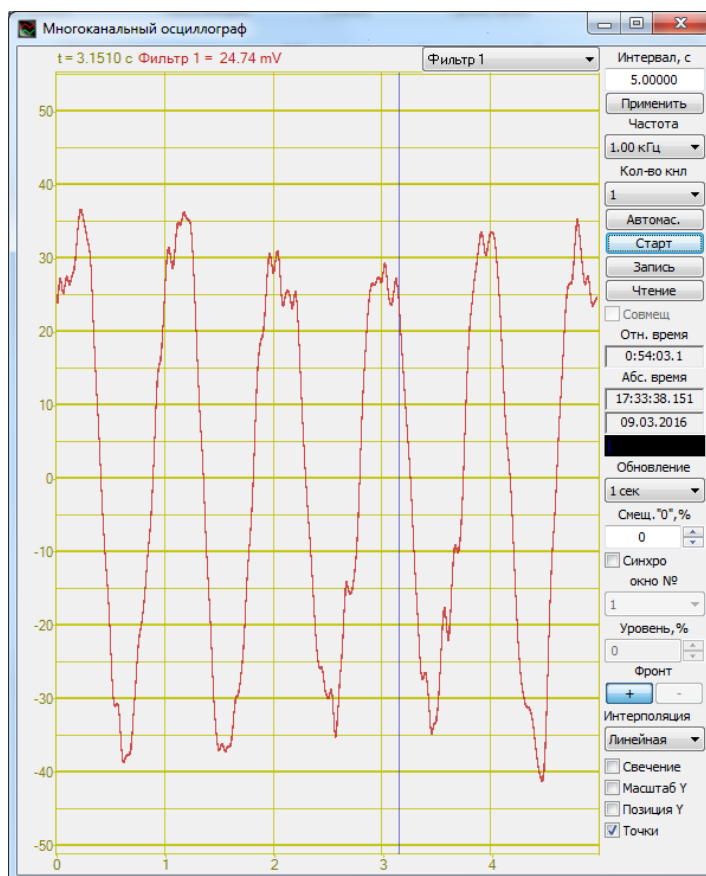

Рисунок 29
- подать воздействие на встроенные в регистратор СДЛ акселерометры, перемещая регистратор СДЛ поступательно вверх–вниз вдоль вертикальной оси корпуса (направление перпендикулярное крышке корпуса). При этом осциллограмма сигнала на канале «Фильтр 1» должна быть подобной той что изображена на примере (Рисунок 29);